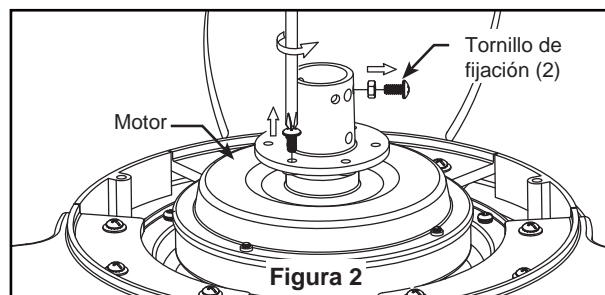

Figura 2
2. Retire los dos tornillos de fijación del soporte y las tuercas y conserve para su reinstalación en el Paso 4 de la página 28. Desmonte la carcasa de la cubierta superior extrayendo los seis tornillos ubicados en la parte superior de la unidad del motor y guárdelos para el paso 3. (Figura 2)
- 2** Retire el clip de horquilla y pasador de horquilla de la parte inferior de la bola para colgar. Retener el pasador y clip para la reinstalación en el paso 4. (Figura 2)